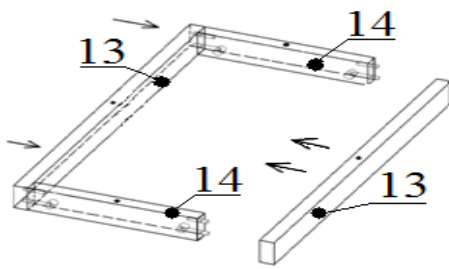

Рисунок 4
- Используя эксцентрики скрепить боковые цоколя (поз.14) вместе с цоколями (поз.13) **См. рис. 4.**